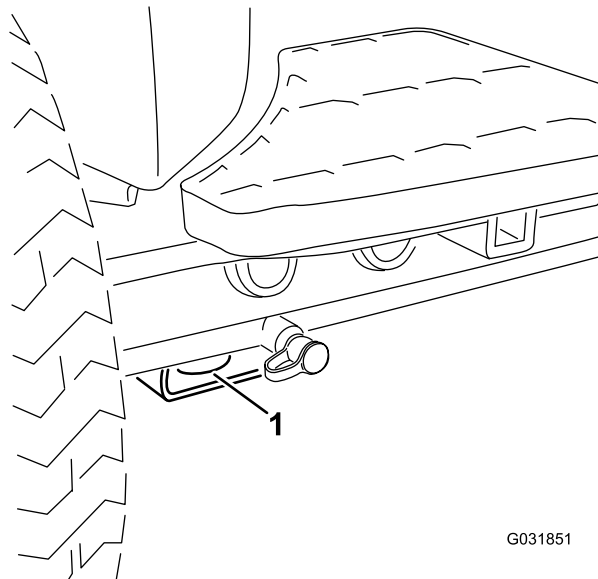

Figura 60
- **Parte anteriore della macchina** – Il foro nel supporto rettangolare, sotto il tubo dell'assale, all'interno delle ruote anteriori (Figura 60).